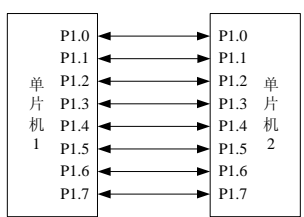

图 19-1 并行通信
- 并行通信是指数据的各个二进制位同时进行传输。并行通信的示意图，如图 19-1 所示。这种通信方式的优点是传输速度快，效率高，缺点是需要比较多的数据线，数据有多少位就需要多少根数据线，另外并行的数据线易受外界干扰，传输距离不能太远。